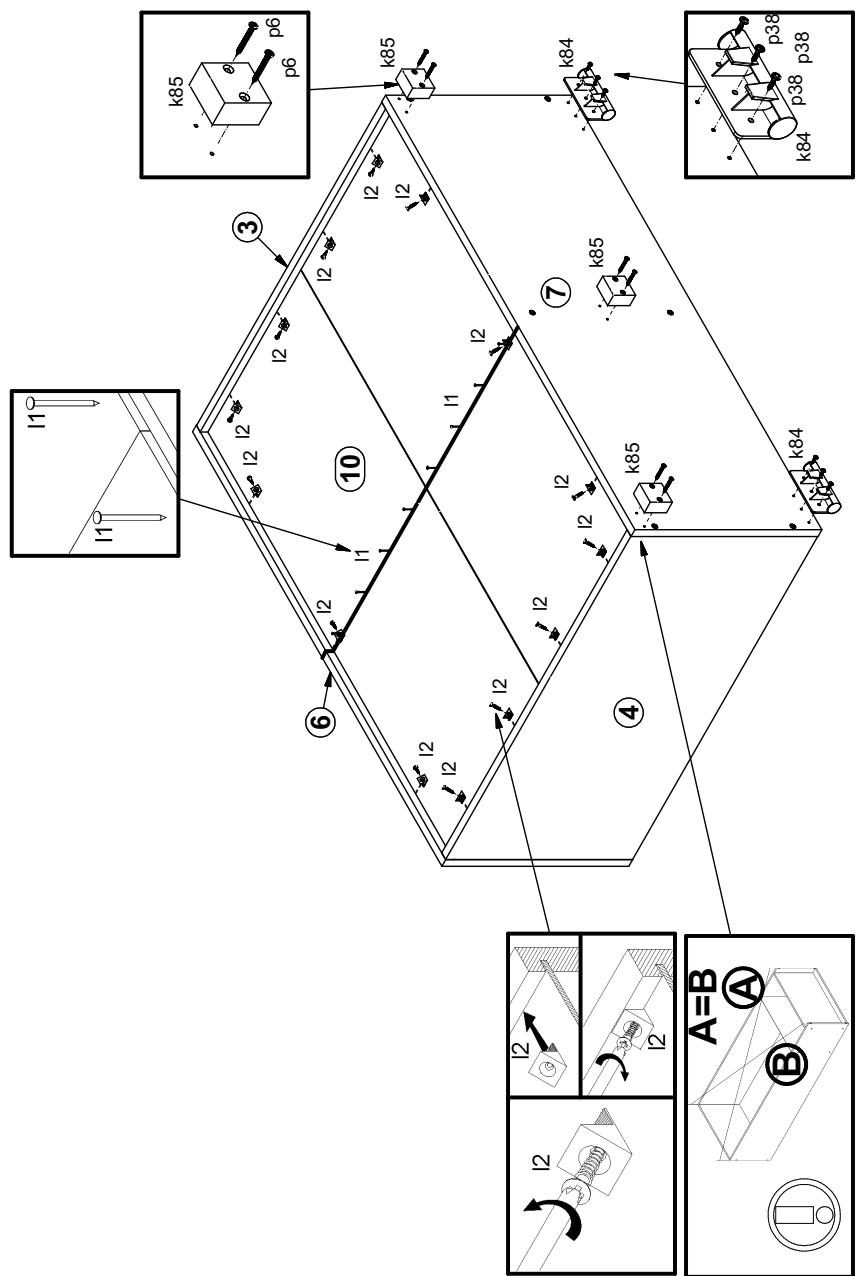

Рисунок 7
4.10. На наружной поверхности щита нижнего **7** при помощи шурупов **p6** закрепить ножки пластиковые **k85** (см.рис. 7).
4.11. На наружной поверхности щита нижнего **7** при помощи шурупов **p38** закрепить ножки пластиковые **k84** (см.рис. 7).
4.12. Закрепить стенку заднюю **14** на корпусе изделия элементами крепления задней стенки **I2** и гвоздями **I1** с шагом **80-120 мм** (см. рис. 7).